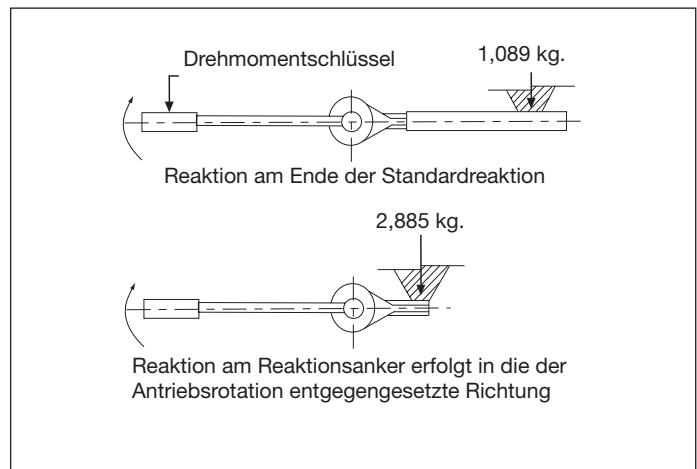

**Abb. 3, Antriebsendendetail (Abbildung zeigt Einstellung für Drehung im Uhrzeigersinn)**
Der Wählhebel (Abb. 3, Punkt 3) muss in die neutrale Position eingestellt werden und die Einstellschraube für die Neutralpositionierung (Abb. 3, Punkt 3) muss festgezogen werden, um den Wählhebel für den Betrieb des Kraftantriebsgeräts zu verriegeln. Er steuert die Drehrichtung des Drehmoment-Vervielfältigers für manuell aufgewandten Antrieb. (Nicht erhältlich für die Modelle E290+, E291, E391.) Verwenden Sie keinen Kraftschrauber für den Kraftantrieb, da dadurch Schäden an der Kraftübertragung des Vervielfältigers entstehen.
- Stellen Sie die gewünschte Drehrichtung ein, indem Sie den Wählhebel (Abb. 3, Punkt 3) in die Richtung drehen, die von den Buchstaben und Richtungspfeilen auf dem Antriebsgehäuse angegeben werden (Abb. 3, Punkt 1). BEISPIEL: Drücken Sie bei "CCW" für entgegen dem Uhrzeigersinn den Hebel bis zum Ende des Wegs in die vom "CCW"-Pfeil angegebene Richtung. Drücken Sie für Drehung im Uhrzeigersinn den Hebel in die umgekehrte "CW"-Richtung. (Nicht erhältlich für die Modelle E290+, E291, E391.)
**Modelle mit Rücklausicherung:** Wenden Sie mithilfe eines Drehmomentschlüssels genug Antriebsmoment auf, um die interne Rücklausicherung zurückzuziehen; halten Sie den Drehmomentantrieb und drücken Sie den Wählhebel (Abb. 3, Punkt 3) in die entgegengesetzte Position. (BEISPIEL: Hebel in Position "CW" erfordert ein Zurücksetzen in die Position "CCW".) Lockern Sie langsam das Antriebsmoment. (Nicht erhältlich für die Modelle E290+, E291 oder E391.)
Verwenden Sie einen zugelassenen nichtmechanischen Elektroantrieb bei den folgenden Modellen: (nur E391, E392, E393, E492, E493, E494 oder E495). Verriegeln Sie den Wählhebel in der neutralen Position, indem Sie ihn zwischen den Positionen "CW" und "CCW" zentrieren und die Einstellschraube festziehen (Abb. 3, Punkt 2).